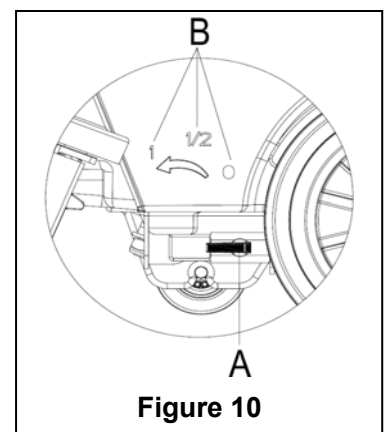

Figure 10
Le réglage du robinet d'eau (A, Figure 10) doit être effectuée si l'interrupteur d'alimentation (41) est en position "O".
12. Le réglage du débit d'eau peut être effectué grâce au robinet (A, **Figure 10**) en fonction de la nature des sols à laver (dépendant de l'état de salissures et de la porosité des sols).